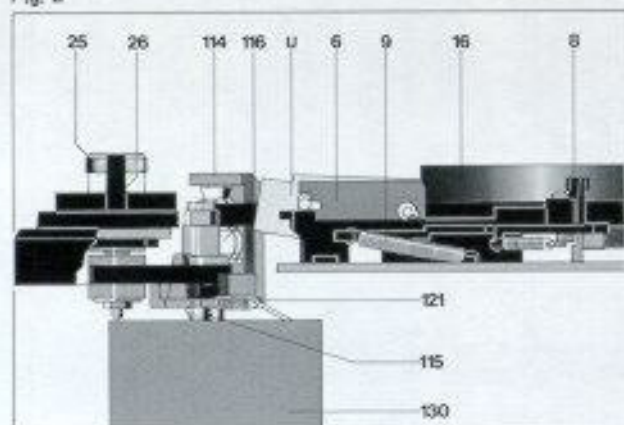

Fig. 3
4. Gewindestifte **117** lösen und Antriebsrolle **116** abziehen. Austausch-Antriebsrolle auf Motorachse stecken, Konushülse herausnehmen. Auf die innenliegende Distanzrolle achten. Antriebsrolle in der richtigen Höhe – siehe Fig. 3 – über die Einbauplatte bringen und die Gewindestifte **117** gleichmäßig festziehen. Konushülse in die Antriebsrolle **116** stecken.